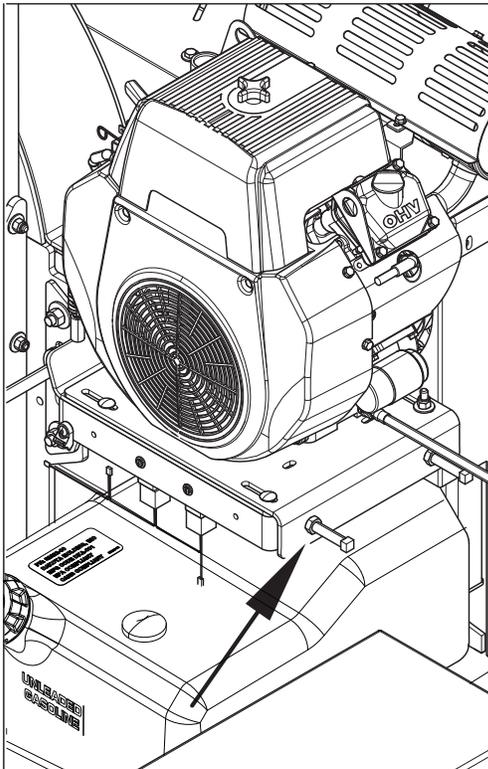

Figure 5.5, Les boulons de tension sont dirigés vers l'extérieur sur le dessin
5. Installez la courroie d'entraînement hydraulique sur la pompe hydraulique, sur l'extérieur de la poulie guide et sur la poulie d'entraînement du moteur (figure 5.5).
19. Installez la courroie d'entraînement de l'hydraulique sur la pompe hydraulique (sur l'extérieur de la poulie guide) et sur la poulie d'entraînement du moteur (Figure 5.5.)